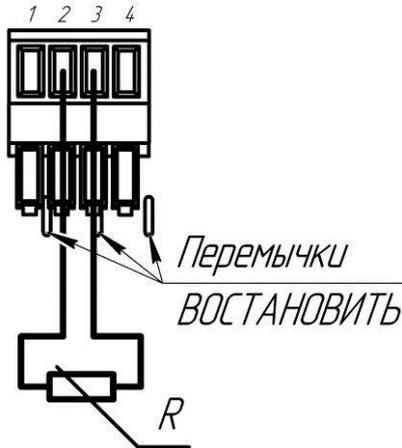
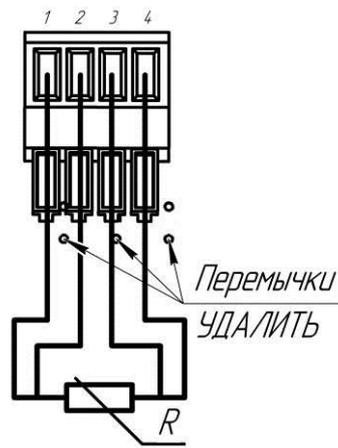

рис. 6.4
рис. 6.5
- аккуратно, с помощью отвертки, разрушить герметизирующую перемычку гермоввода, провести кабель через гермоввод, подключить к входным клеммам. В том случае, если выход подключаемого преобразователя расхода имеет полярность - соблюсти полярность. Схемы подключения термометров сопротивления по 4-х проводной и по 2-х проводной схемам изображены на рис. 6.3 и рис. 6.4. Схема подключения преобразователя давления – на рис. 6.5. (ПД – преобразователь давления, БП – блок питания преобразователя давления);
- подключать преобразователи давления с обязательным соблюдением полярности. Преобразователи давления, не имеющие внутреннего источника питания подключать в соответствии со схемой, приведенной на рис. 6.5, рис. 6.9.
- подключение термометров, по четырехпроводной схеме производить в соответствии со схемой, изображенной на рис. 6.4, рис. 6.8 при этом перемычки должны быть удалены.